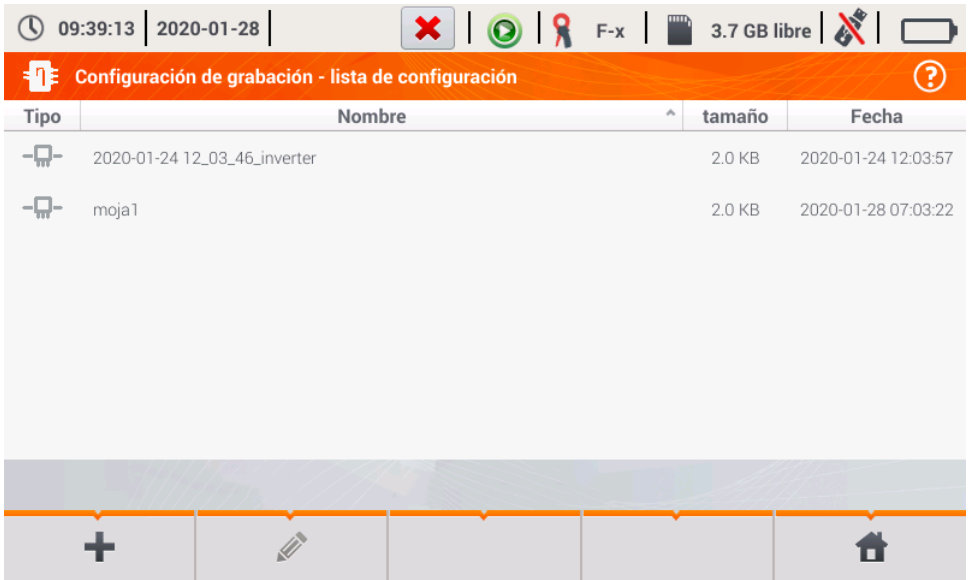
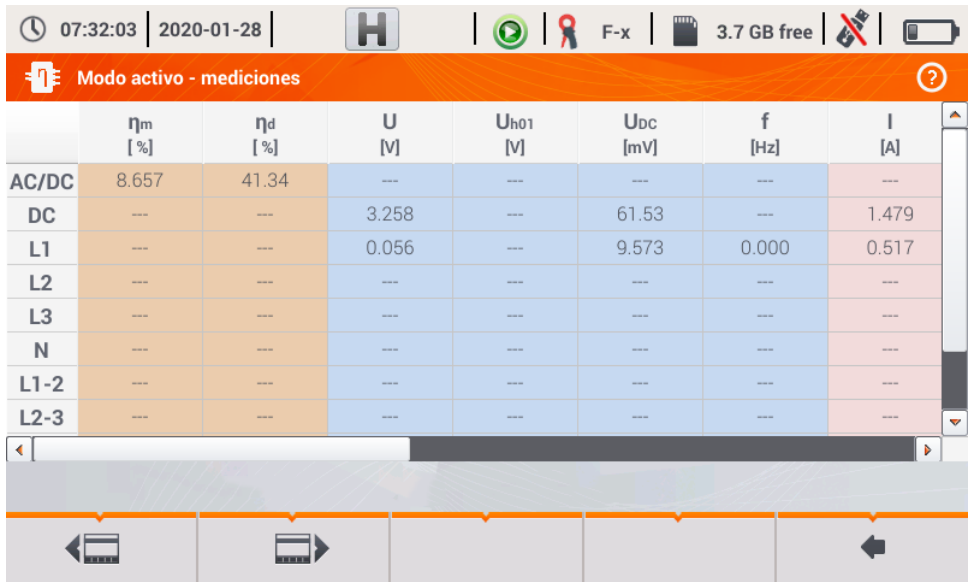

Fig. 4.11. Menú de configuraciones guardadas
Fig. 4.12. Lecturas actuales en vista tabular en el modo de medición de la eficiencia del inversor
-  ir a la lista de configuraciones guardadas del inversor y crear una nueva configuración. Las configuraciones se presentan como las configuraciones de medición, se les asigna el icono . El doble clic en la configuración seleccionada hace que se abre automáticamente y se pasa a la pantalla de ajuste de la eficiencia del inversor (**Fig. 4.11**). Botón de la barra de menú  sirve para añadir nuevas configuraciones de la eficiencia del inversor (se abre la ventana como se muestra en la **Fig. 4.12** con los ajustes predeterminados). El icono  sirve para editar la configuración seleccionada.